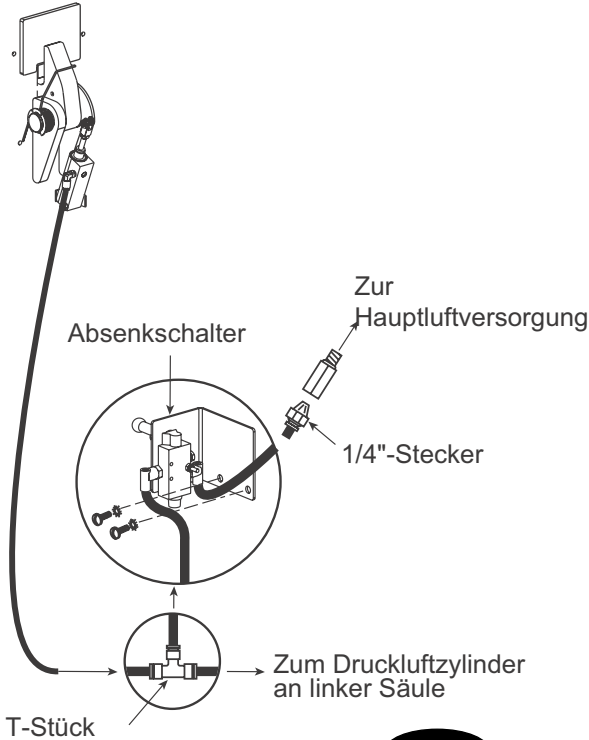

Abb. 15b
- H) Eine Seite des unteren Drehbolzens (bereits in den Zylinder eingesetzt und befestigt) in eine Hälfte der Pivotalterung der Säule schieben. Pivotalterung mit (2) 1/4"-20NC x 3/8" lg. Flachkopfschrauben an der Säule anbringen. Abb.15b und 16.